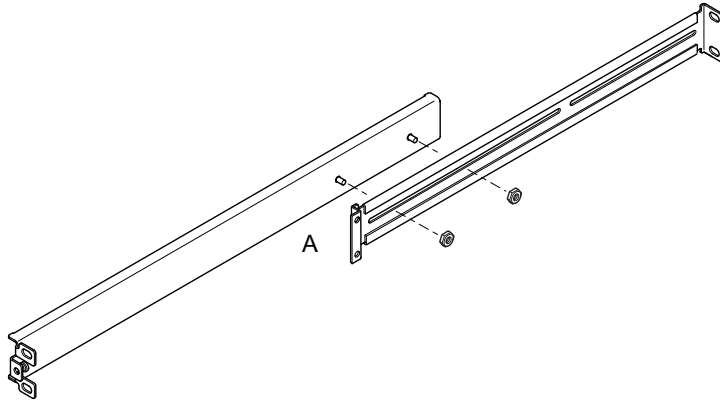

图 2-3 为标准 19 英寸宽机架定位滑板底座
- 对于 19 英寸宽机架，双角吊耳 (A) 必须定位到前部（请参见图 2-3）。